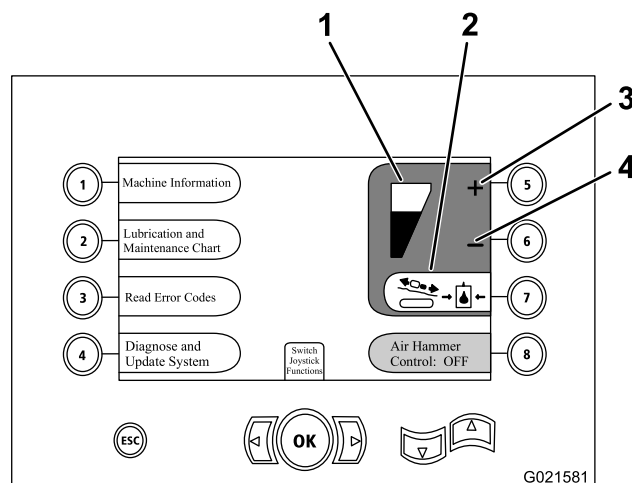

**Figure 71**
- Appuyez sur le bouton 5 sur l'écran pour réduire la pression du chariot (Figure 71).
- Appuyez sur le bouton 6 sur l'écran pour augmenter la pression du chariot (Figure 71).
**Remarque:** L'indicateur de pression (Figure 71) monte ou descend selon que vous augmentez ou réduisez la pression du chariot.
2. Augmentez ou réduisez la pression du chariot comme suit : (Figure 71).